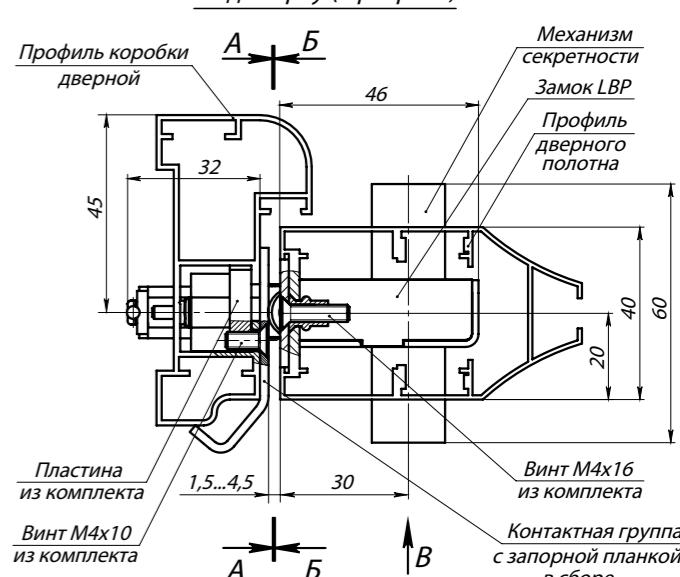

Рис. 2. Замок с контактной группой PERCo-BP1 в сборе (виды А, Б и В изображены на установочных шаблонах)
- профили дверного полотна T34, T53, T81, T85 и профиль дверной коробки T72-14 (ООО «Петралюм»), или аналогичные им по своему сечению (см. рис. 2).
3. Для замка с запорной планкой PERCo-BP1. Установите замок (1) в заранее подготовленный паз в профиле дверного полотна и закрепите его двумя винтами M4x16 (5) из комплекта поставки (см. рис. 2).
5. Установите механизм секретности (11) и зафиксируйте его винтом (10) через отверстие в лицевой планке замка (длина винта 35 - 45 мм).
6. Установите декоративные накладки (13) и ручки (15) в соответствии с рекомендациями изготовителя. После установки ручки должны легко поворачиваться.
8. Для запорной планки PERCo-BP1. В профиль дверной коробки установите пластины из комплекта поставки и зафиксируйте ее винтом M4x10 (см. рис. 2). Установите вторую пластину аналогичным образом.
9. Соедините кабель управления с клеммами (8), установленными на контактной группе. Для этого обожмите концы кабеля в зажимы клемм.